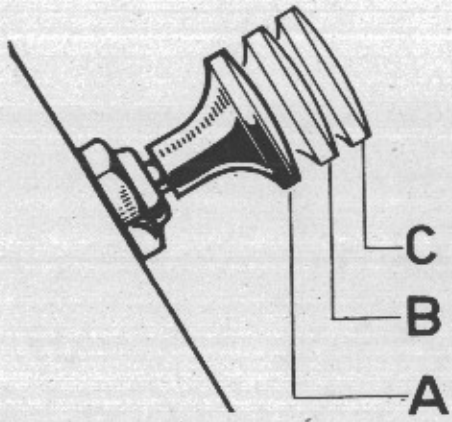

Fig. 19
- 3) **Pomello preriscaldamento ed avviamento motore,** descrizione con riferimento alla fig. 19: